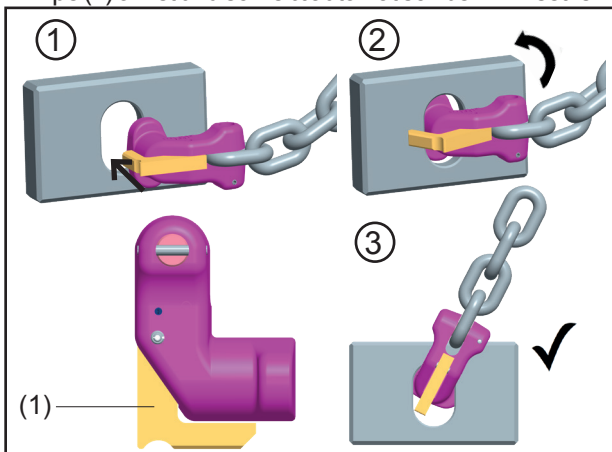

Abb. 3: Einsetzen des VIP-Containerhakens VCH-K 16
1. Setzen Sie den Containerhaken VCH-K 16 wie in Abb. 3 dargestellt in die ISO-Ecke ein. Die Sicherungsklappe (1) öffnet und schließt automatisch beim Einsetzen.
5. Ziehen Sie die Sicherungsklappe zur Entnahme des Containerhakens (Abb. 3 (1)).